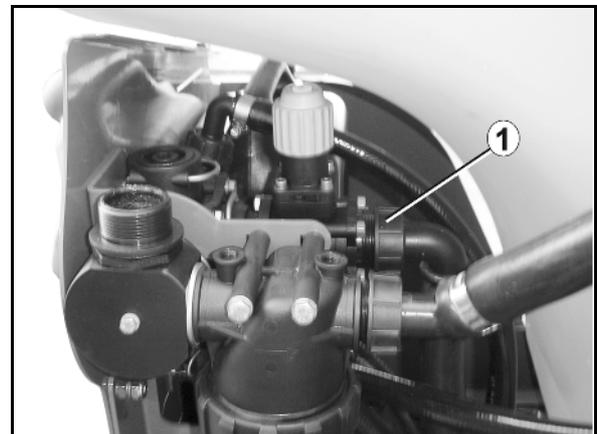

Fig. 133
1. Desserrez l'écrou chapeau (Fig. 133/1).